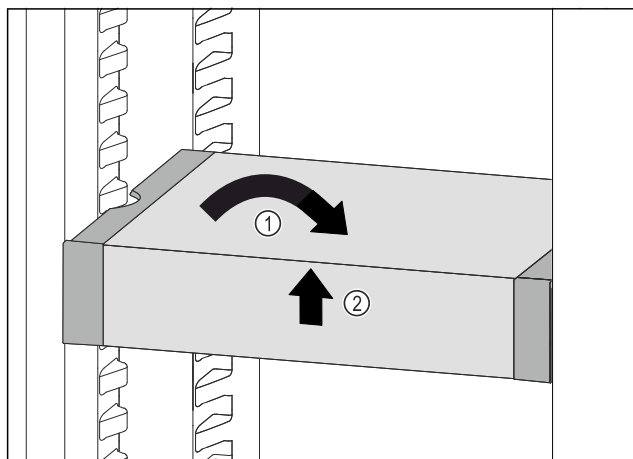

Fig. 79
- ▶ Ställ VarioSafe rakt. Fig. 79 (1)
- ▶ Lyft VarioSafe framåt. Fig. 79 (2)